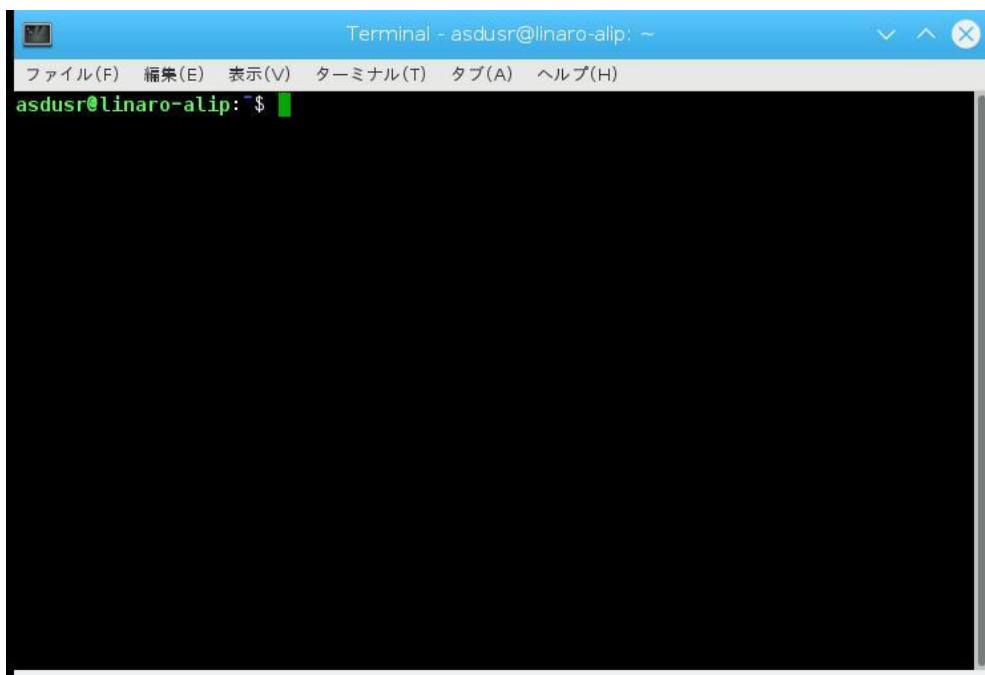

図 2-1-1. ターミナル画面
- ① キーボードで「Ctrl+ALT+T」を押すか、右下の「スタートボタン」→「システムツール」→「Xfce Terminal」をクリックしてください。図 2-1-1 のような、ターミナル画面が表示されます。